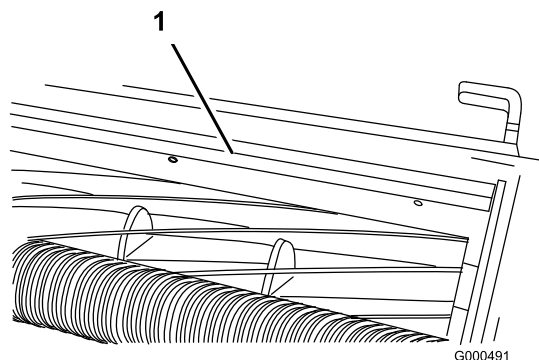

図 59
- バー（図 59）をカッティングユニットに固定しているネジをゆるめる。